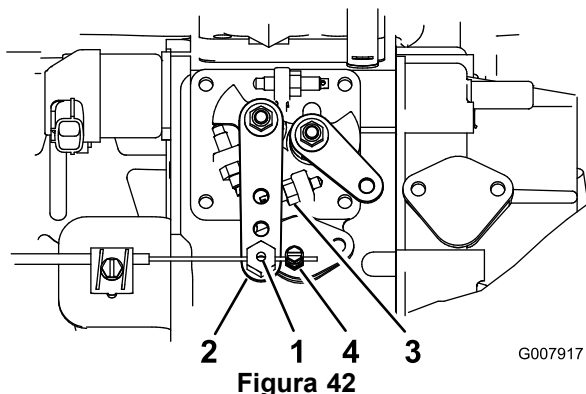

Figura 42
2. Desaperte o dispositivo de ligação, no cabo do regulador, junto da alavanca da bomba de injeção (Figura 42).
3. Mantenha a alavanca contra o travão de ralenti elevado (Figura 42).